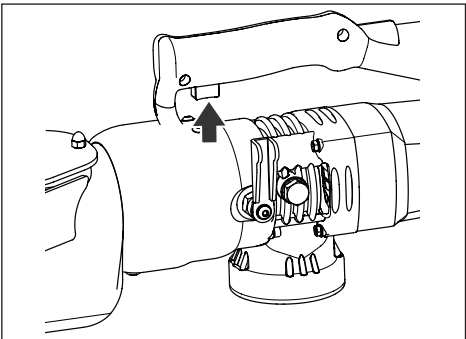
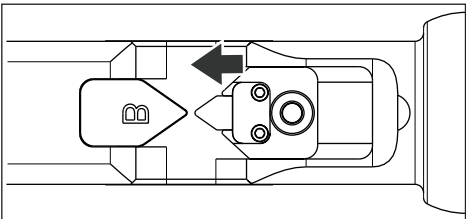
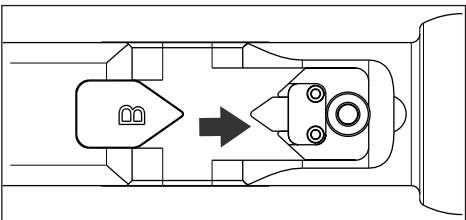

图 5, 扳机式开关
图 6, 柱塞和刀片完全伸出
图 7, 柱塞和刀片完全缩回(原位)位置
- 按下并按住扳机开关，可使柱塞前进并使移动刀片向前滑动。请参见图 5 和图 6。
警告 图 6 和图 7 中出于显示其它部件目的，并未显示出切断机安全防护装置。切勿在安全防护装置已打开或拆卸的情况下操作切断机。
在切割头内放置链条前，务必确保柱塞和移动刀片处于完全缩回的“原位”位置。参见图 7。
3. 确保柱塞处于“原位”（完全缩回）位置。参见图 7。